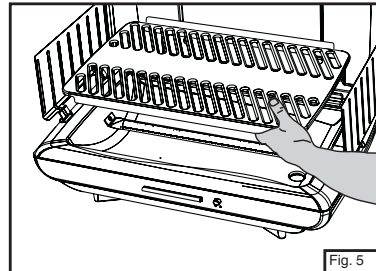

Fig. 5
- Install grill with raised edge in back. (Fig. 5)
- Instale la parrilla con el borde levantado hacia atrás. (Fig. 5)